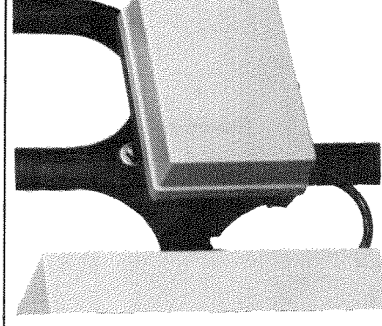

Abb. 3 Mischer-Motor am Mischer angebaut
2. Mischer-Motor auf die beiden Gewindebolzen schieben (Abb. 3) und mitgelieferte Unterlegscheiben aufstecken.